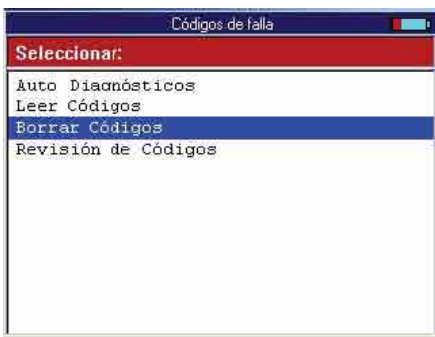

Figura 6.32: Pantalla Códigos de Falla
- Si en la Pantalla del menú Códigos de Falla aparece (Figura 6.32), vaya al paso 3.